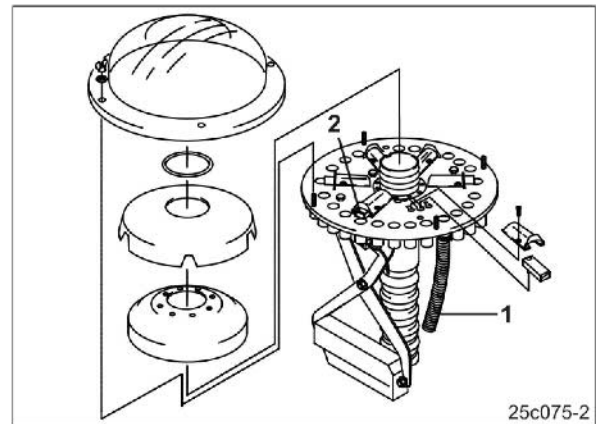

Рис. 126
- Семяпроводы (Рис. 126/1) сошников тех-колеи должны быть закреплены на тех выпускных отверстиях, которые могут закрываться при помощи заслонок (Рис. 126/2).
Для создания двух колеи в распределительной головке может закрываться следующее количество заслонок на одну колею (Рис. 126/2):
- Неиспользуемые заслонки (Рис. 126/2) деактивируйте.